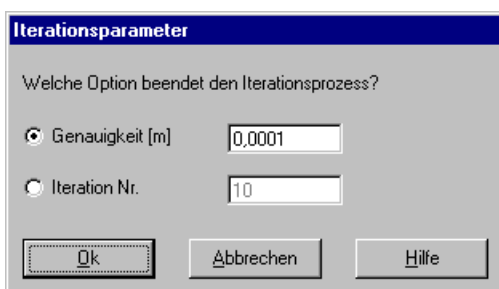

Bild 1-36 Optionsfeld "Iterationsparameter"
- Im Optionsfeld "Iterationsparameter" (Bild 1-36) wählen Sie die Option der Iterationsbedingung